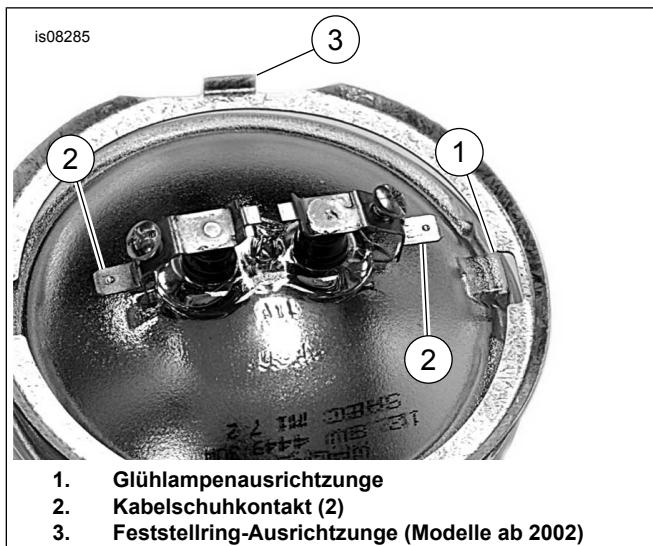

Abbildung 3. Zusatzleuchten-Glühlampenkontakte
7. Siehe Abbildung 3. Den inneren Feststellring auf die Glühlampe aufsetzen. Das schwarze Kabel am Kabelschuhkontakt der Glühlampe neben der Glühlampenausrichtzunge (1) auf der Glühlampe anschließen. Das graue Kabel am anderen Kabelschuhkontakt anschließen.
9. Den Kabelkanal (7) aus dem Satz über das Leuchtenkabel schieben.